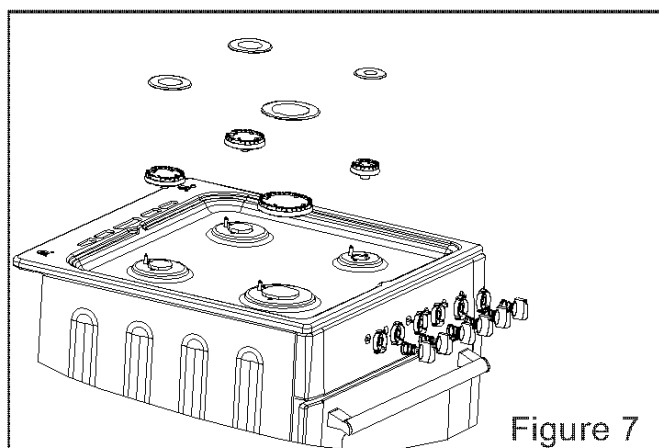

Figure 7
Le technicien devra tout d'abord vérifier le réglage gaz de votre cuisinière. Si elle est livrée en gaz naturel, il devra changer les injecteurs (voir ci-dessous) pour la rendre utilisable en gaz butane. L'installation doit être faite avec un tuyau gaz spécifique butane/propane vendu avec 2 colliers l'embout gaz butane avec le joint sera installé sur la cuisinière, le tuyau sera enfoncé à fond sur cet embout et un collier sera installé en serrant correctement, mais sans couper le tuyau. Faire de même côté détenteur (voir fig. 7).
- Retirez le chapeau de brûleur + le brûleur supérieur. (voir fig.7)